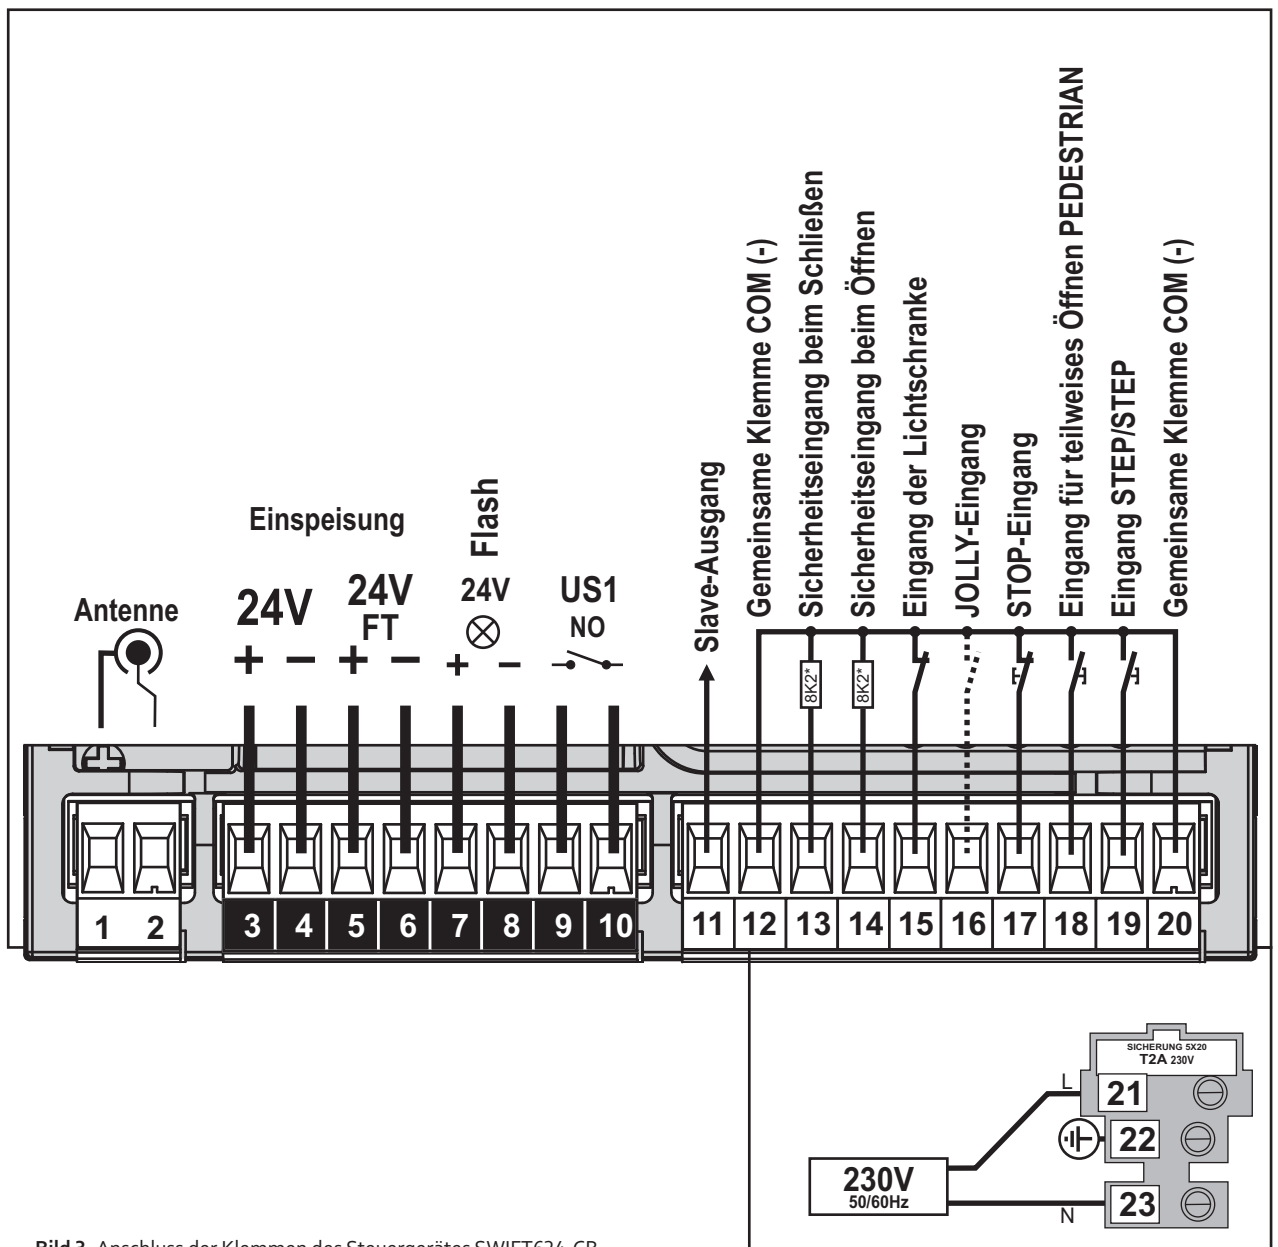

Bild 3. Anschluss der Klemmen des Steuergerätes SWIFT624-CB
4.3.5. Klemmen der Netzspeisung 230 VAC, 50 Hz L, PE, N (21–23, Bild 3)
4.3.6. Klemmen für die Stromversorgung von Accessoires 24 V (3–4, Bild 3)
4.3.7. Klemmen zum Anschluss der Einspeisung der Lichtschranken / Einspeisung Typ Stand-by 24 VFT (5–6, Bild 3)
4.3.8. Klemmen für den Anschluss der Signallampe 24 V DC Flash (7–8, Bild 3)
4.3.9. Klemmen für den programmierbaren Ausgang US1 (9–10, Bild 3)
4.3.12. Klemmen für den Anschluss des Ausgangs der Lichtschranke PHOTOCCELLFT (15, Bild 3)
4.3.13. Klemme des programmierbaren Eingangs JOLLY [JOL] (16, Bild 3)
4.3.14. Klemme der manuellen Steuerung STOP (17, Bild 3)
4.3.15. Klemme für die Steuerung des teilweisen Öffnens - Pfortenfunktion PEDESTRIAN (18, Bild 3)
4.3.16. Klemme der manuellen Steuerung P/P (19, Bild 3)
Das Öffnen des Tores für Fußgänger (Pfortenfunktion) ist bereits in den Werkseinstellungen für ca. 1–1,5 m vorprogrammiert. Wenn diese Öffnung modifiziert werden muss, ist wie folgt mithilfe des PEDESTRIAN-Eingangs vorzugehen (PED, Klemme 18, Bild 3):
- ▶ Schließen Sie den Slave-Ausgang (Klemme 11, Bild 3) des Stellmotors MASTER an den multifunktionellen Eingang JOL (Klemme 16, Bild 3) des Stellmotors SLAVE an. Schließen Sie die COM-Klemmen (Klemme 12 oder 20, Bild 3) der beiden Steuergeräte an. Wenn der Anschluss richtig ist, fängt die dem multifunktionellen Eingang des SLAVE-Steuergerätes entsprechende Diode an zu blinken.